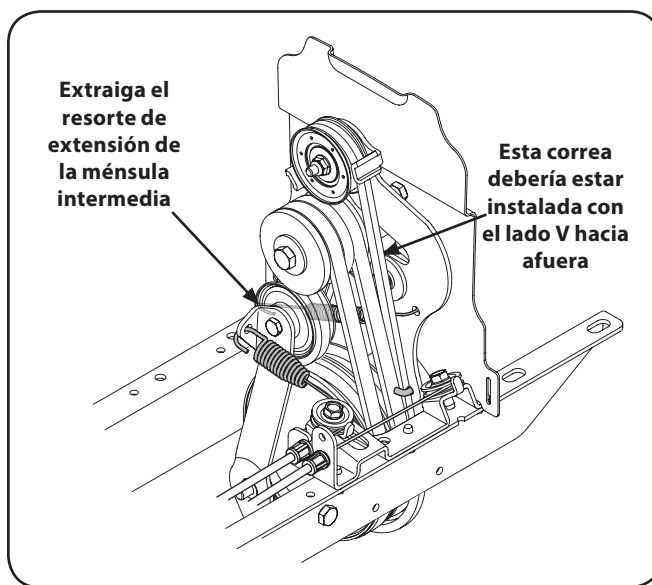

Figura 7-3
4. Retire el resorte de extensión inversa soporte intermedio, como se señala en la Figura 7-3. Se recomienda el uso de un par de alicates de punta fina, y apoderarse de la primavera para el final que se engancha sobre el marco. Simplemente agarrar y tirar a la basura de la trama, a continuación, hasta las salas y aliviar cuidadosamente la tensión del muelle.